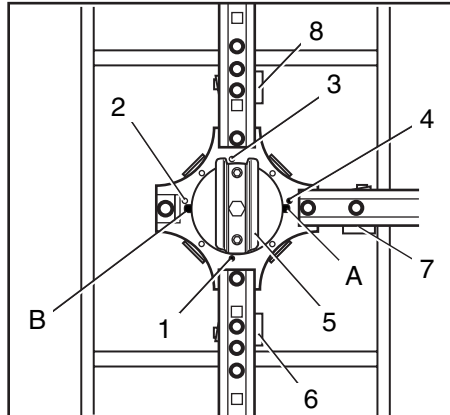

Bild 24.1 Schienenweiche
**ACHTUNG** Darauf achten, daß die Stifte wie in Bild 24.1 Ortszahl 1 und 4 eingeschraubt sind.